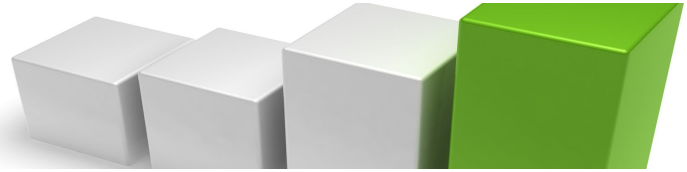

Bild 3 OpenVPN aktivieren:
3. OpenVPN-Client aktivieren. (siehe Bild3)